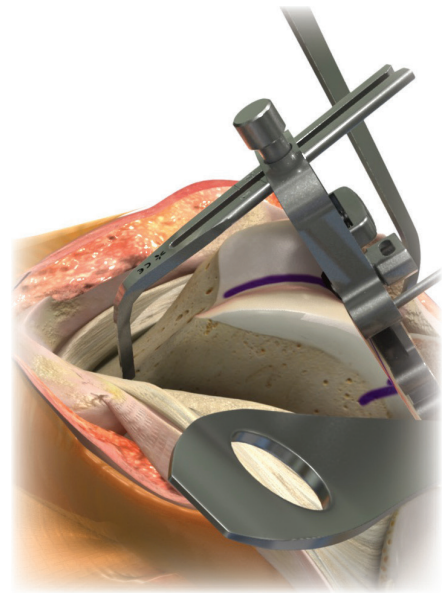

Figura 16c
5. Para poder determinar el tamaño del fémur, posicione la punta del stylus justo al lado del surco troclear y deslice la tapa del medidor femoral hasta que el stylus toque la corteza anterior. El tamaño se indica con la marca en láser “SZ” (Figura 16c).